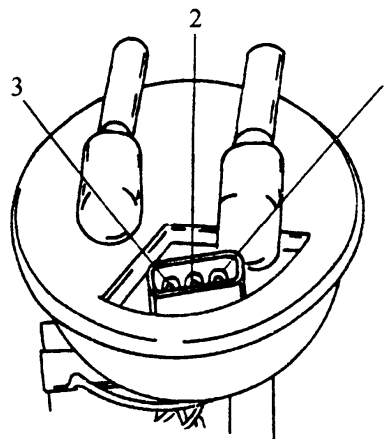

图 9-57 燃油表传感器插头
- (1) 检查油箱内是否有汽油。
(2) 接通点火开关，观察水温表是否工作。如果水温表工作，则说明组合仪表上的稳压器工作正常。
(3) 拔下燃油表传感器插头，如图 9-57 所示，用万用表测量紫 / 黑色线是否有电，再检查棕色线与车身搭铁情况。如果紫 / 黑色线有电、棕色线正常，则说明燃油表传感器有故障，应更换。